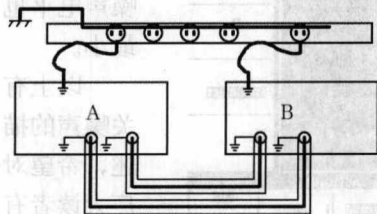

图3 构成接地回路的例子
①如图3所示，接地回路是允许存在的，关键是器材A和B接地端之间的电阻及其各自到接地点的电阻应该降到最小。这可以采用粗线径线材或编织线连接器材A和B，并将器材A和B在同一处接地。另外，采用降低接地内阻的办法也可有效降低器材之间因接地回路引起的噪声电压。
②去掉同轴电缆连接线每一端的屏蔽接地，从而破坏两台器